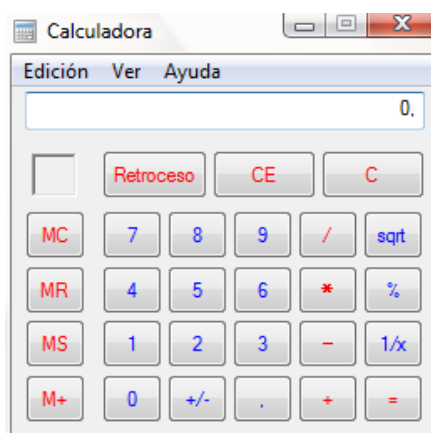

Figura 5.58: Calculadora de Windows
- “Calculator”: calculadora, ésta función no está realizada por el programa CADIX, sino que es un enlace al programa de Windows (figura 5.58).